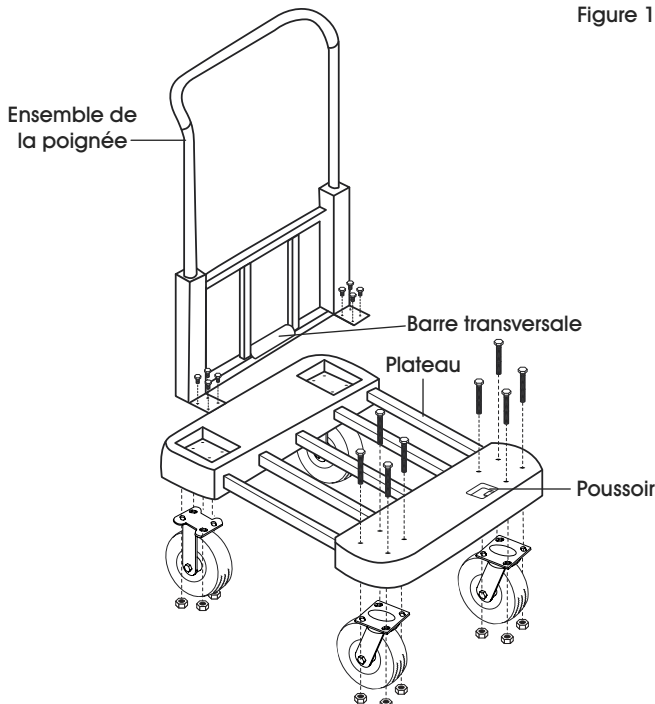

Figure 1
1. Alignez l'ensemble de la poignée avec le plateau et les roulettes fixes. Fixez à l'aide de boulons courts et de huit écrous. (Voir Figure 1)
2. Alignez roulettes fixes les roulettes pivotantes avec le plateau. Fixez à l'aide de boulons longs et de huit écrous. (Voir Figure 1)
3. Ajustez le plateau à la longueur voulue à l'aide du poussoir situé sur le dessus du plateau. (Voir Figure 1)
4. Repliez la poignée en appuyant sur la barre transversale au centre de l'ensemble de la poignée et en la poussant vers l'avant. (Voir Figure 1)